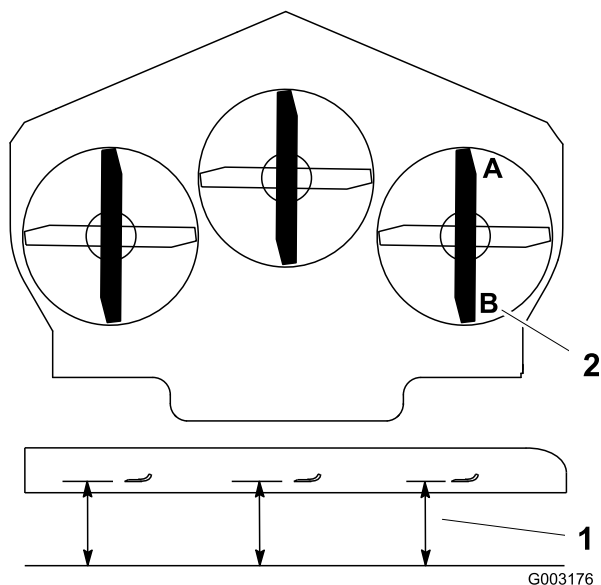

Figura 77
- Disponete la lama destra in posizione longitudinale rispetto alla macchina (Figura 77).
- Misurate la lama destra al punto **A** da una superficie piana fino al tagliente della punta della lama (Figura 77).
- Misurate la lama destra al punto **B** da una superficie piana fino al tagliente della punta della lama (Figura 77).
- La lama del tosaerba deve essere da 6 a 10 mm più bassa al punto **A** rispetto al punto **B** (Figura 77). In caso contrario eseguite la seguente operazione.